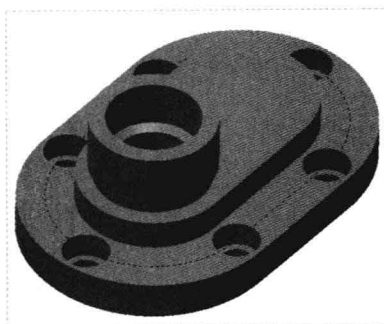

图 18-52 创建拉伸切除特征 2
Step 08 返回到“拉伸”选项卡，设置拉伸高度为 6，并调整拉伸方向，单击“移除材料”按钮，然后单击“应用并保存在工具中所做的所有更改，然后关闭工具操控板”按钮，完成拉伸切除特征的创建，如图 18-52 所示。